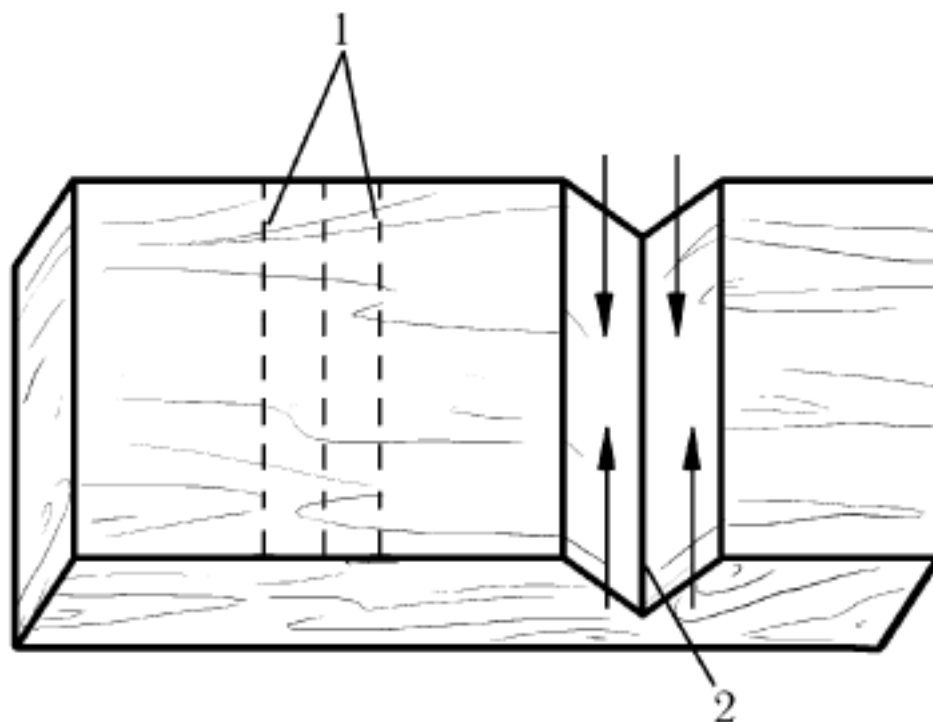

Рис. 49. Выполнение прямой двусторонней выемки поперек волокон заготовки (стрелками указано направление движения ножа): 1 – разметка; 2 – средняя линия
3. Резьба прямой двусторонней выемки, направленной поперек волокон заготовки (рис. 49). Прием условно можно разделить на 2 этапа: на первом нож-косяк держат вертикально, на втором – наклонно и при этом срезают грани с обеих сторон от центральной линии разметки (середины выемки).